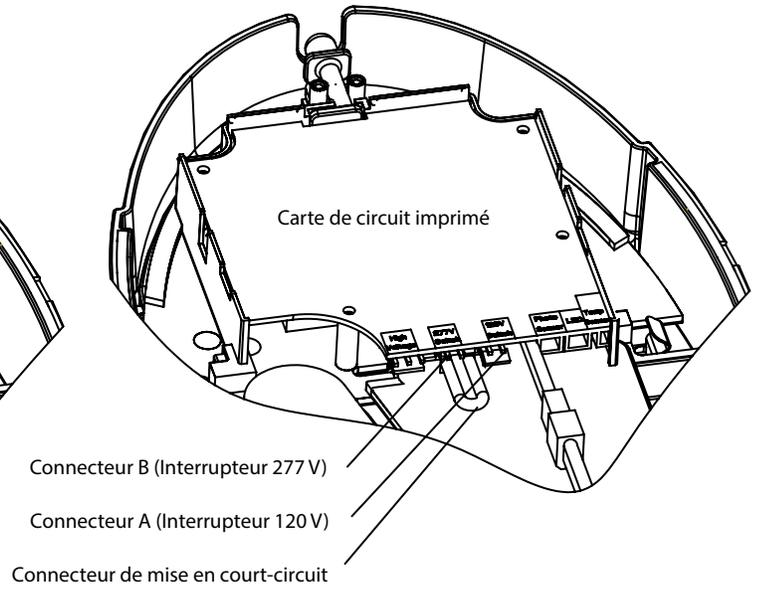
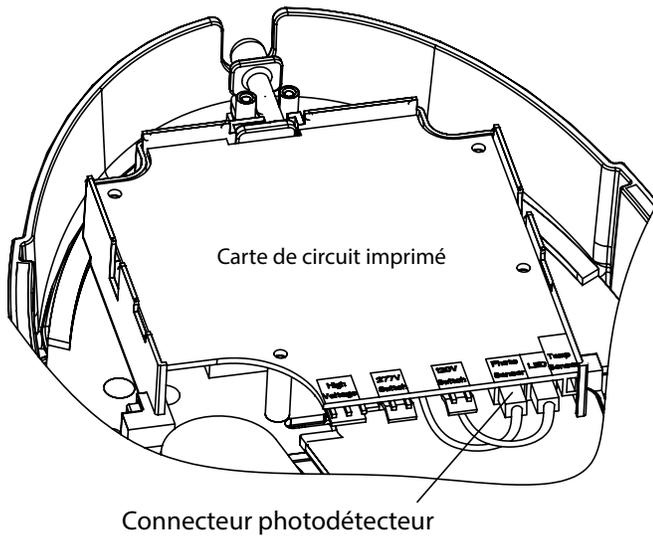

Figure 6
Figure 7
2. Si la fonction photodétecteur n'est pas requise, débrancher le connecteur du photodétecteur et connecter l'interrupteur mural pour l'éclairage général (Figures 6 et 7).
Ce produit inclut un module DEL à haute performance de 10 W. La durée du maintien lumineux des DEL est 50 000 heures (jusqu'à un maintien lumineux de 50 %). S'il y a lieu, veuillez vous référer à la Figure 6 et la Figure 7 ci-dessous pour la procédure de remplacement.